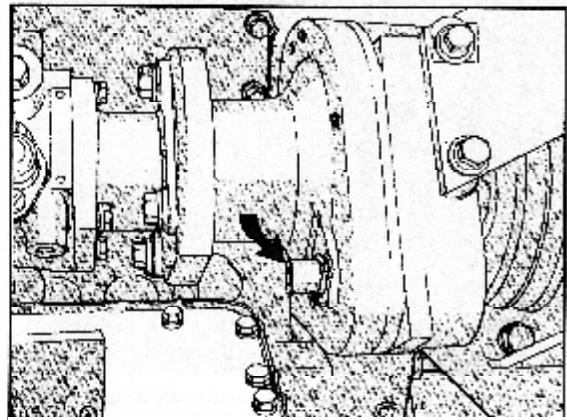

Рис. 2-35. Заклинивание двигателя V-903
**Примечание:** используйте соответствующий инструмент для винтов с головкой типа «мама» или «папа» для заклинивания привода – Рис. 2-35. Не забудьте вставить предохранительную втулку.
С помощью стандартного рычага, Рис. 2-35, проверните двигатель по направлению вращения, пока метка VS не совпадет с риской. В этом положении рычаги коромысла цилиндра №2 должны быть в положении «открыто». Если нет, проверните двигатель еще на  $360^{\circ}$ .